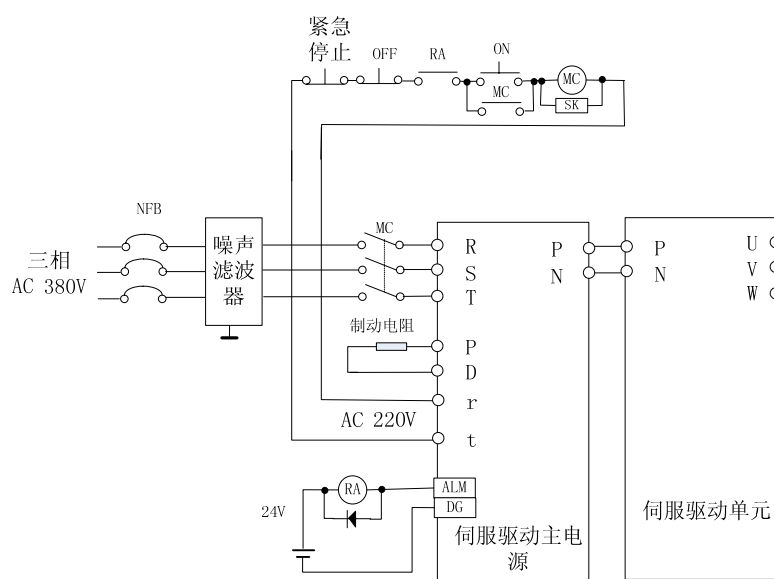

图 7-1 驱动单元电源模块接线图
- 必须接入一个紧急停止电路，确保发生故障时，电源能立即停止（参见图 7-1）。
电源连接请参照图 7-1，并按以下顺序接通电源：